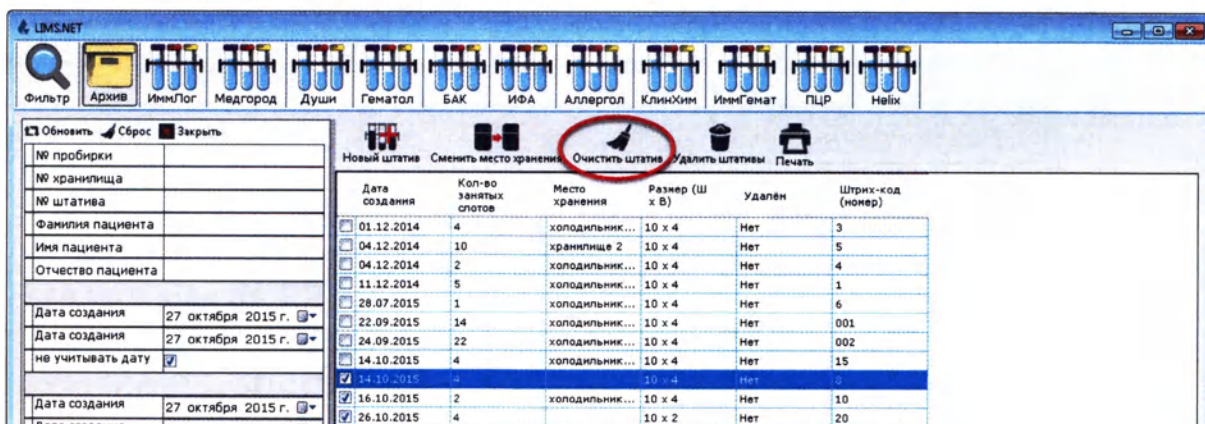

Рисунок 13.40
2. Нажмите кнопку «Очистить штатив» (Рисунок 13.40):